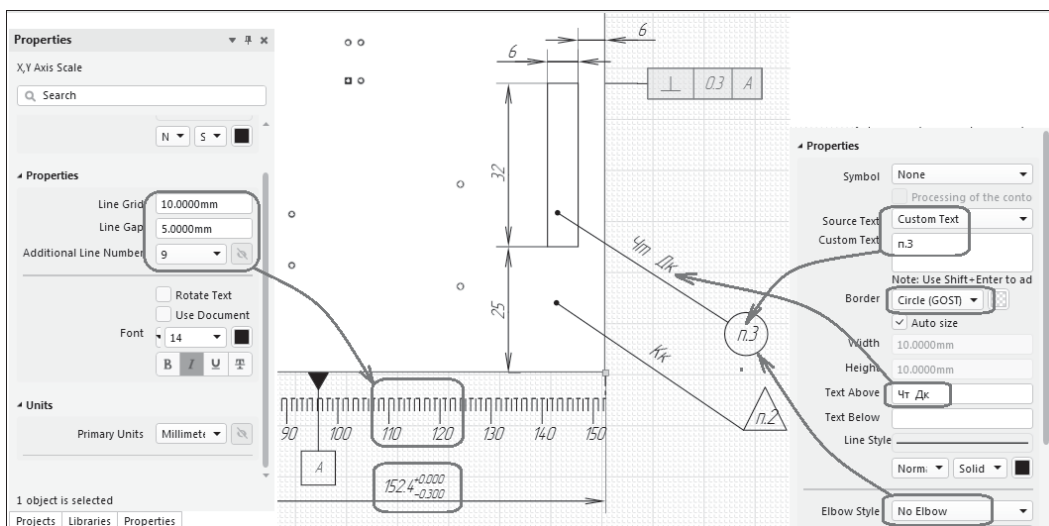

Рис. 12.33. Настройка обозначений координат, знаков маркировки и клеймения: координатные линейки (слева); обозначения маркировки и клеймения (справа)
3. Оставляя линейку активной, перейдите в панель **Properties** и настройте обозначение штрихов и оцифровки (рис. 12.33, слева):
3. Щелчком мыши активизировать панель **Properties** (рис. 12.33, *справа*), после чего в секции **Properties** панели выполнить следующие настройки: